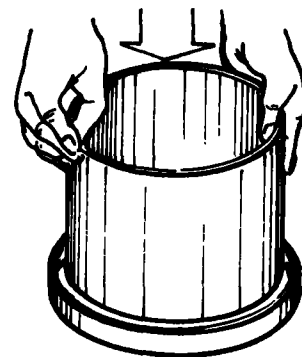

Fig.1
- \_\_\_ a Aplique el cilindro sobre el disco.(fig. 1).